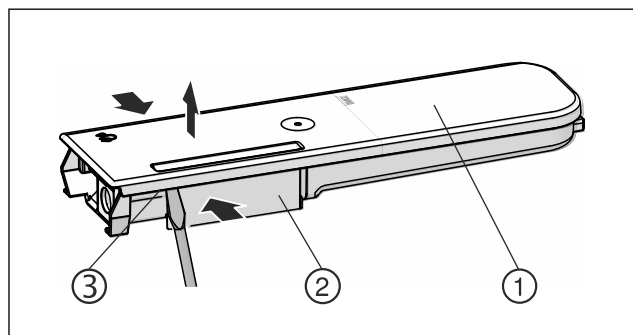

Fig. 128
- Rezervoar za vodo Fig. 128 (2) potisnite skupaj in pokrov Fig. 128 (1) previdno dvignite in povlecite navzgor nad zaklepne uture Fig. 128 (3).
- Pokrov Fig. 128 (1) narahlo potisnite v eno in drugo smer, nato ga odstranite s potiskom navzgor.